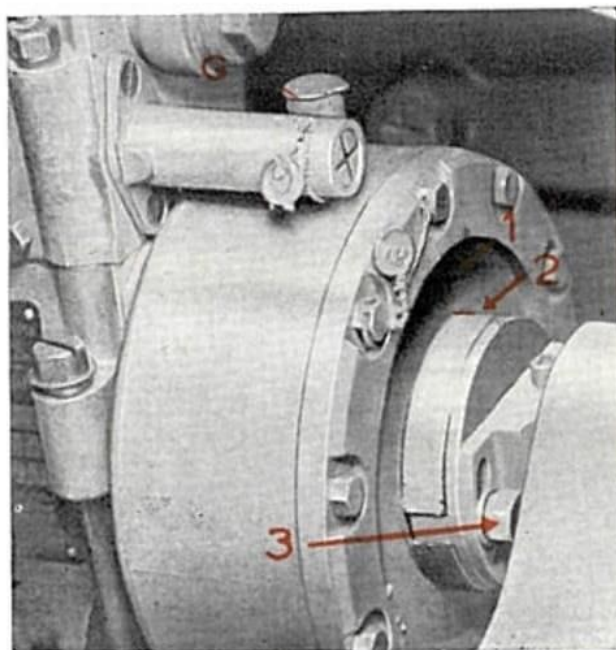

Figure 22
- Voir si les repères 1 et 2 (fig. 22) de l'entraînement de la pompe d'injection et de son carter sont aussi face à face.
NOTA. — Le repère 1 de fin d'injection peut être marqué sur le carter d'avance automatique — soit en haut et à gauche (comme sur la fig. 22), soit en bas et à droite.